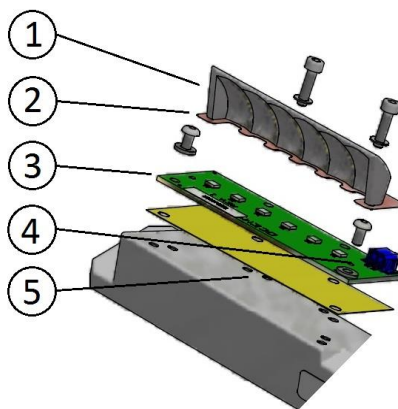

Figura 25 – Sostituzione del modulo LED
- scollegare il cavetto di alimentazione dal modulo LED (Figura 25 - n°4)
- rimuovere il modulo LED (Figura 25 - n°3) ed il relativo riflettore (Figura 25 - n°1) dallo squadretto ferma prisma svitando le due viti TCEI M3x12
- assicurarsi che l'interfaccia termica (Figura 25 - n°5) sia correttamente posizionata sotto il modulo LED
- assicurarsi che il foglio isolante in Kapton (Figura 25 - n°2) sia correttamente posizionato sopra il modulo LED
- ricollegare il cavetto di alimentazione al modulo LED (Figura 25 - n°4)